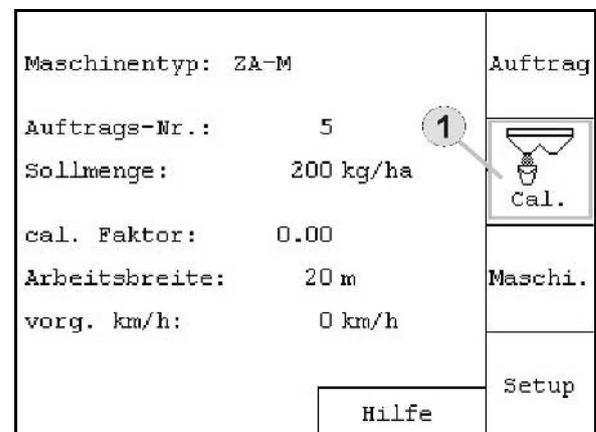

Fig. 39
- Menú principal: acceder al menú Calibrado (Fig. 39/1).